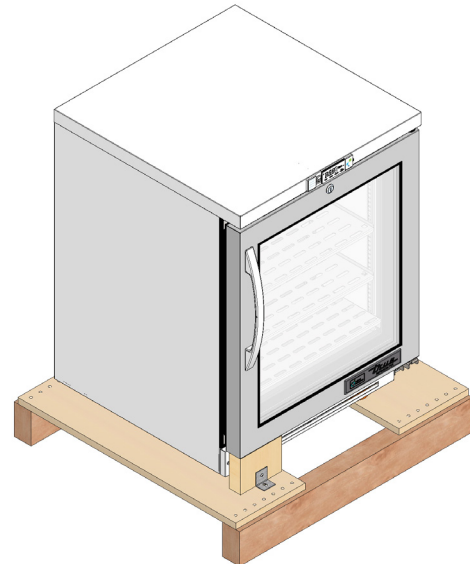

Fig. 1. Retirez l'emballage extérieur.
1. Enlevez l'emballage extérieur (carton et papier bullé ou coins en polystyrène expansé et plastique transparent). Vérifiez qu'il n'y a pas de dommages cachés. Effectuez immédiatement une réclamation auprès du transporteur si vous constatez un dégât. Voir fig. 1.